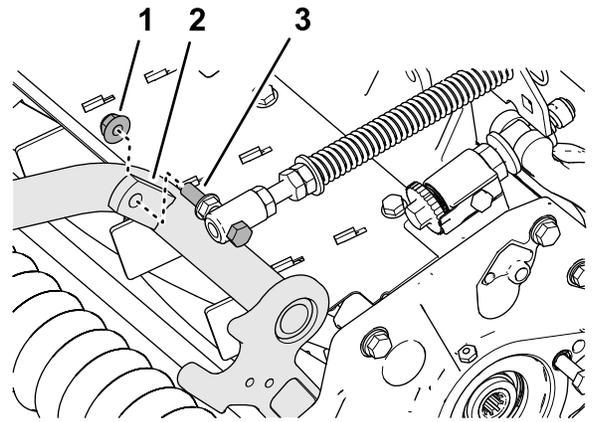

图 13
4. 使用凸缘锁紧螺母 $\frac{3}{8}$ 英寸将草坪补偿弹簧的平头螺丝组装到承载架图 13 的右侧凸耳上。